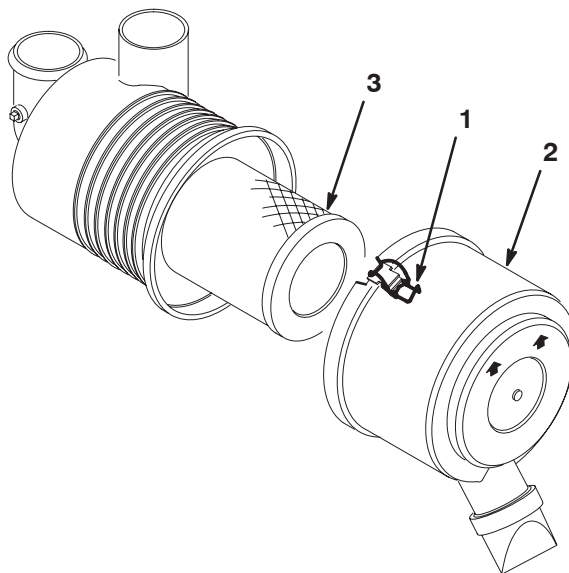

Figure 43
1. Desserrez les fixations qui maintiennent le couvercle sur le corps du filtre à air (Fig. 43).